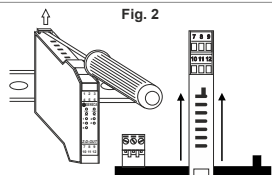

Fig. 2
- 1) Déplacer vers l'extérieur les deux crochets sur la partie arrière du module comme illustré dans la Fig.2.
Comme illustré sur la Fig.2: